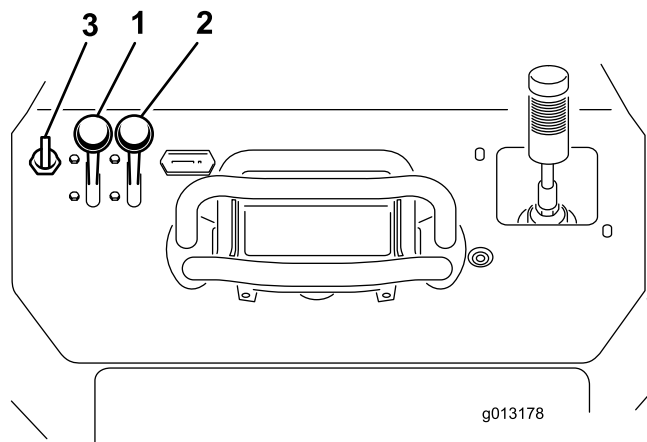

Bild 20
1. Bewegen Sie den Gasbedienungshebel in die Mittelstellung zwischen Langsam und Schnell (Bild 20).
2. Schieben Sie den Chokehebel auf die Ein-Stellung (Bild 20).
3. Drehen Sie den Schlüssel auf die Ein-Stellung (Bild 20). Lassen Sie den Schlüssel los, wenn der Motor anspringt.
4. Schieben Sie den Chokehebel langsam auf die Aus-Stellung (Bild 20). Schieben Sie beim Absterben oder Aussetzen des Motors den Choke wieder nach vorne, bis der Motor warm gelaufen ist.
5. Schieben Sie den Gasbedienungshebel auf die gewünschte Stellung (Bild 20).
2. Stellen Sie den Gasbedienungshebel auf die Langsam-Stellung (Bild 20).
3. Drehen Sie den Zündschlüssel auf die Aus-Stellung (Bild 20).